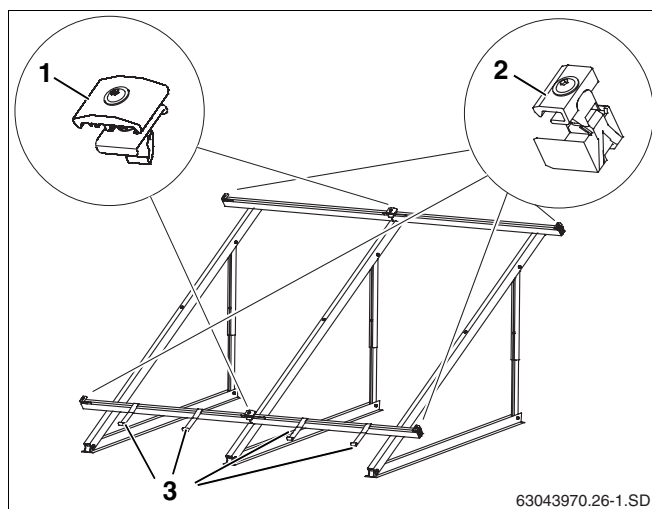

Fig. 44 Elementos de fijación del colector
La fijación de los colectores sobre los perfiles guía se realiza mediante los tensores unilaterales del colector (fig. 44, **pos. 2**) tanto al principio como al final de una fila de colectores y mediante los tensores bilaterales del colector (fig. 44, **pos. 1**) entre colectores.
Los seguros contra deslizamiento (fig. 44, **pos. 3**) evitan además que el colector resbale.